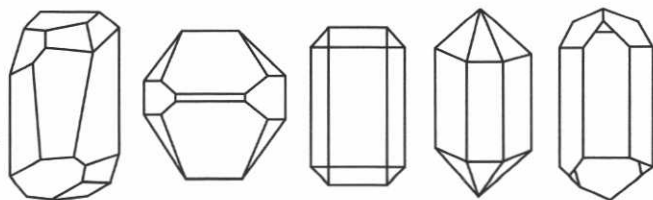
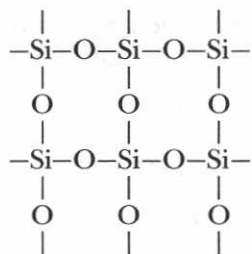

Рис. 54. Кристаллы кварца
Рис. 55. Строение кварца
**Оксид кремния(IV)** SiO2 — твердое тугоплавкое вещество (температура плавления 1713 °C), нерастворимое в воде (рис. 54). Он обладает *атомной* кристаллической решеткой (рис. 55): здесь нет молекул, около каждого атома кремния располагаются четыре атома кислорода — образуется своеобразный *пространственный каркас*. Кусок кварца представляет собой как бы одну гигантскую молекулу. Кварц — неорганический полимер, его формула (SiO2)n.
**?** Как объяснить большую разницу в свойствах оксида углерода (IV) CO2 и оксида кремния (IV) SiO2?
**| Оксид кремния(IV) является кислотным оксидом.**